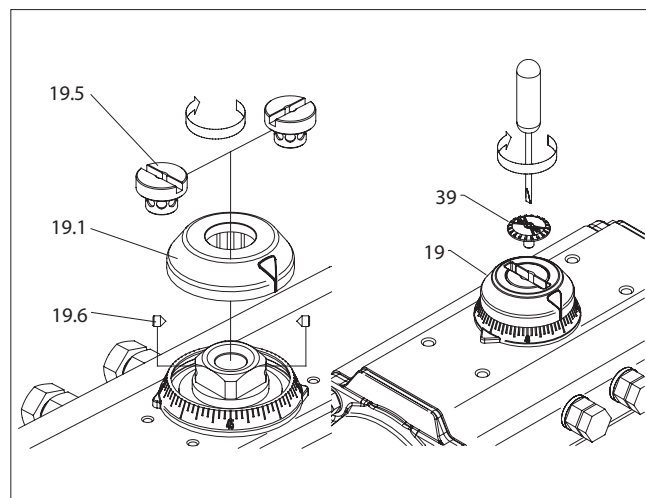
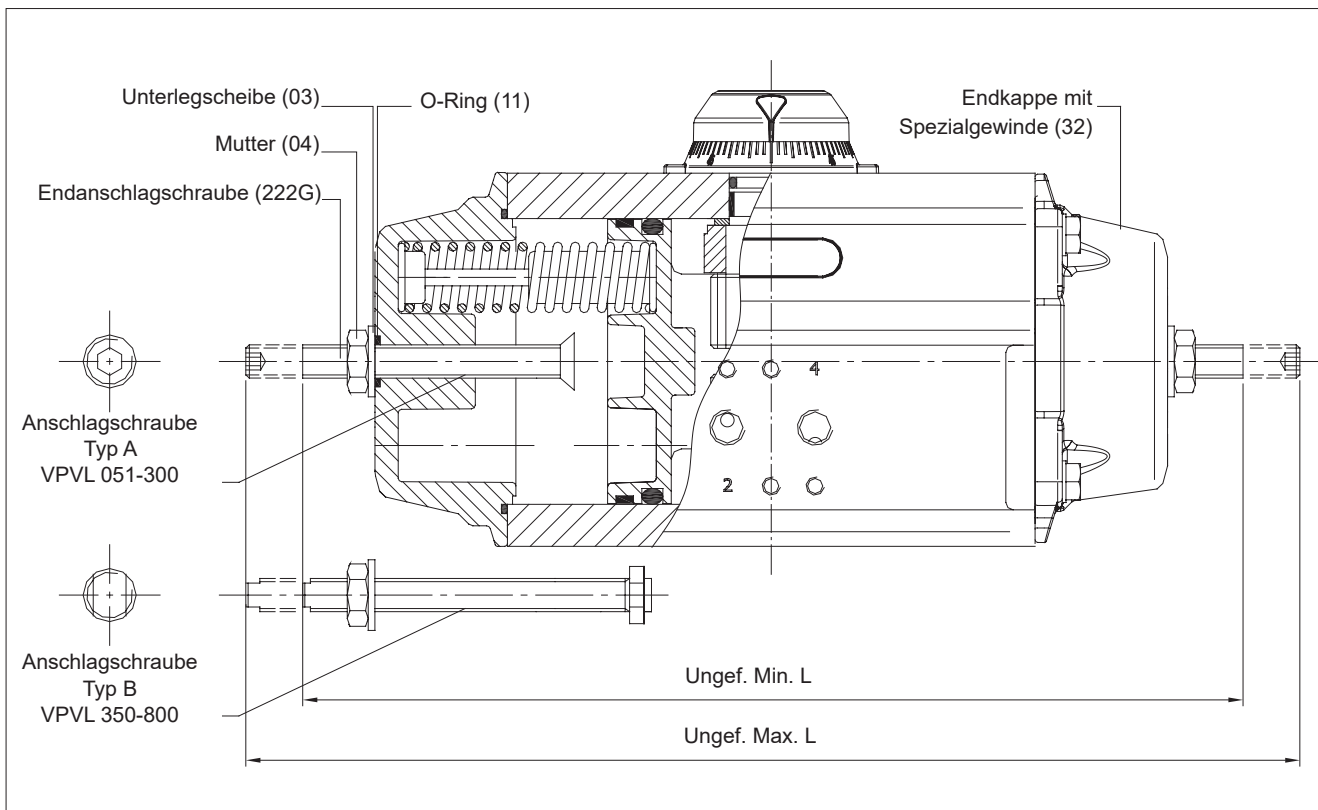

Abb. 18.
Abb. 19.
- Wenn sich das Ventil nicht in der richtigen Rechtsposition befindet, schrauben Sie die Einstellschraube (2) für den Rechtsanschlag nach INNEN, um den Verfahrweg des Stellantriebs zu verkürzen oder nach AUSSEN, um diesen zu verlängern.
- Wenn die richtige Rechtsposition erreicht wurde, halten Sie die Einstellschraube (2) fest, während Sie die Gegenmutter (4) anziehen.
- Wenn sich das Ventil nicht in der richtigen Linksposition befindet, schrauben Sie die Einstellschraube (2) für den Linksanschlag nach INNEN, um den Verfahrweg des Stellantriebs zu verkürzen oder nach AUSSEN, um diesen zu verlängern.
- Wenn die richtige Linksposition erreicht wurde, halten Sie die Einstellschraube (2) fest, während Sie die Gegenmutter (4) anziehen.
6. Zusammenbau Positionsanzeiger (19, 39). (Abb. 18):
- Setzen Sie den Positionsanzeiger (19) auf den Schaft (60) und überprüfen Sie, ob er die richtige Position des Stellantriebs anzeigt.
- Ziehen Sie die Kopfschraube (39) an, um den Positionsanzeiger zu sichern.
7. Einstellung des vollständig einstellbaren Anschlags (wenn zutreffend). (Abb. 19):